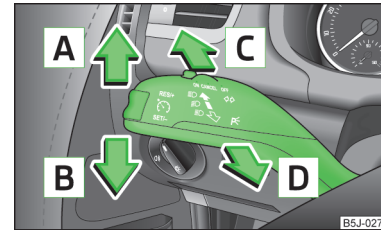

Abb. 42
- Den Blinkerhebel » Abb. 42 auf Seite 59 zum Lenkrad ziehen und gleichzeitig nach unten schieben und in dieser Stellung halten.
- Den Blinkerhebel » Abb. 42 auf Seite 59 zum Lenkrad ziehen und gleichzeitig nach oben schieben und in dieser Stellung halten.
Bedienungshebelstellungen » Abb. 42.
- Den Bedienungshebel » Abb. 42 auf Seite 59 nach oben bzw. nach unten drücken - das Standlicht auf der rechten bzw. linken Fahrzeugseite wird eingeschaltet.